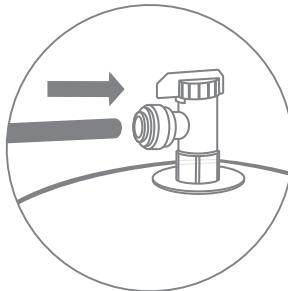

Рис. 16
2. Подключите свободный конец синей трубы $1/4"$, идущей от фитинга-тройника угольного постфильтра к вентилю накопительного бака: вставьте пластиковую трубку в вентиль до упора (рис. 16), для герметизации соединения приложите дополнительное усилие, при этом трубка утопится еще примерно на 3 мм и будет плотно обжата резиновым кольцом фитинга.